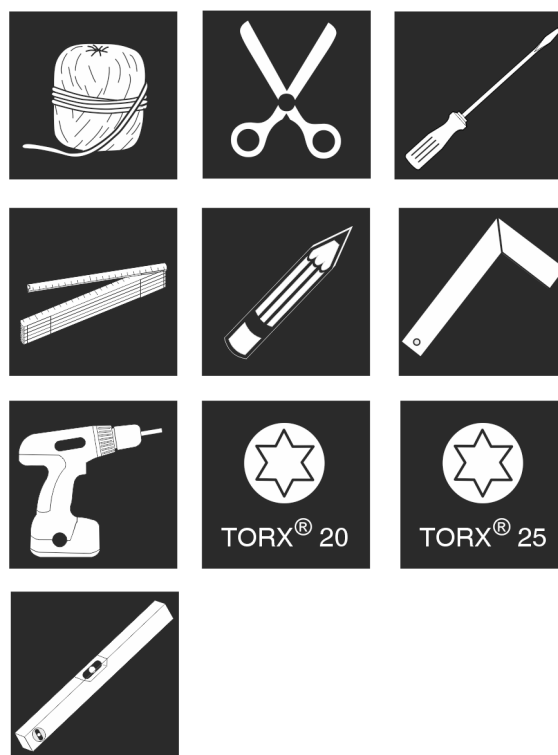

Fig. 10
1. Prichystajte si náradie. Fig. 10 ()